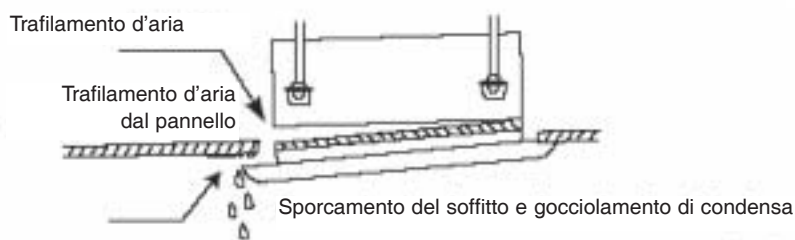

Fig. 5
1. Il serraggio improprio delle viti può provocare i problemi indicati nella Fig. 5